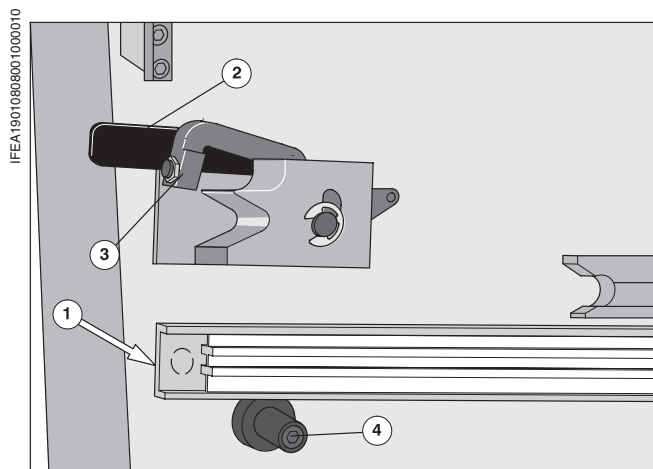
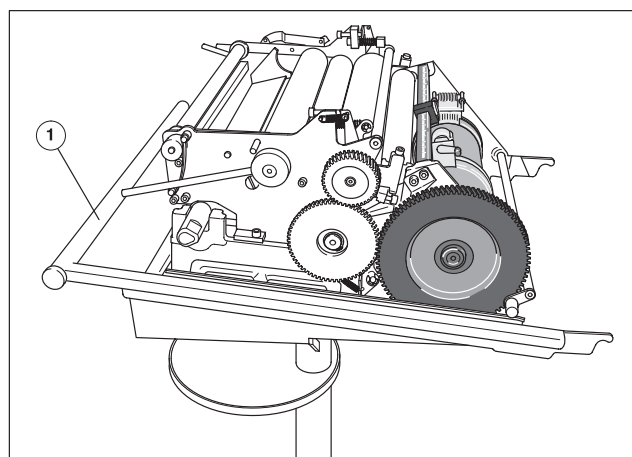

Рис. 47 Направляющие рельсы и соединительная муфта для выдвижного блока нумератора
Рис. 48 Выдвижной блок нумератора
- ❶ Открыть защитное ограждение перед красочным аппаратом.
- ❷ Потянуть блокирующий рычаг на стороне привода (Рис. 47/❷) и на стороне обслуживания до упора в направлении приемки; муфта (Рис. 47/❸) для выдвижного блока нумератора откроется.
- ❸ При установке выдвижной тележки на направляющие болты в боковой стенке, нажать рукоятку выдвижной тележки (Рис. 48/❶) вниз. Так концы направляющих рельсов тележки легко войдут в машину через направляющие болты (Рис. 47/❹).